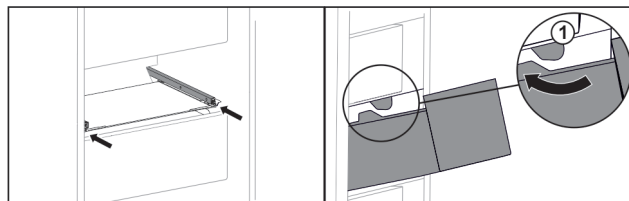

Fig. 38
- ▶ Vedte zásuvku podél zarážek Fig. 38 (1).